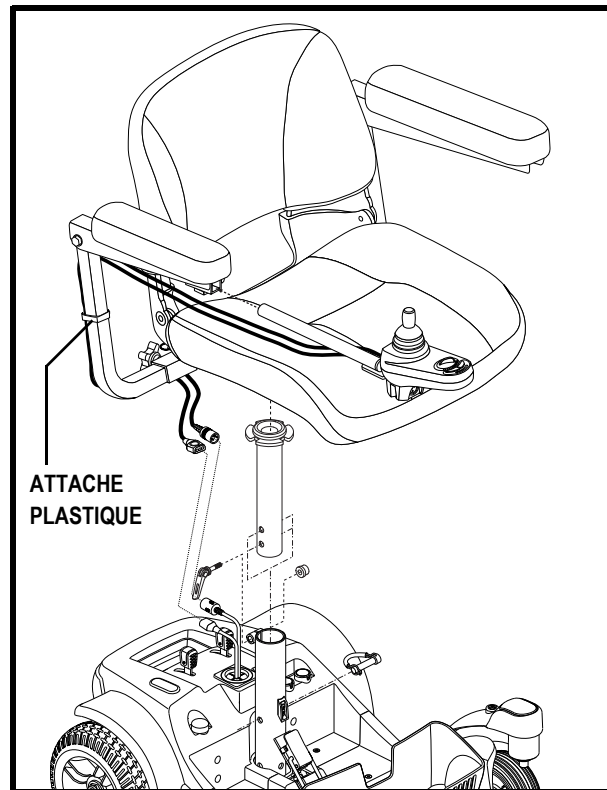

Figure 9. Installation du siège
2. Placez le siège sur le mât. Voir la figure 9.
5. Branchez les connecteurs du contrôleur et du XLR dans la base motorisée. Voir la figure 9.
6. Fixez les câbles sous l'accoudoir à l'aide d'attaches en plastique. Voir la figure 9.